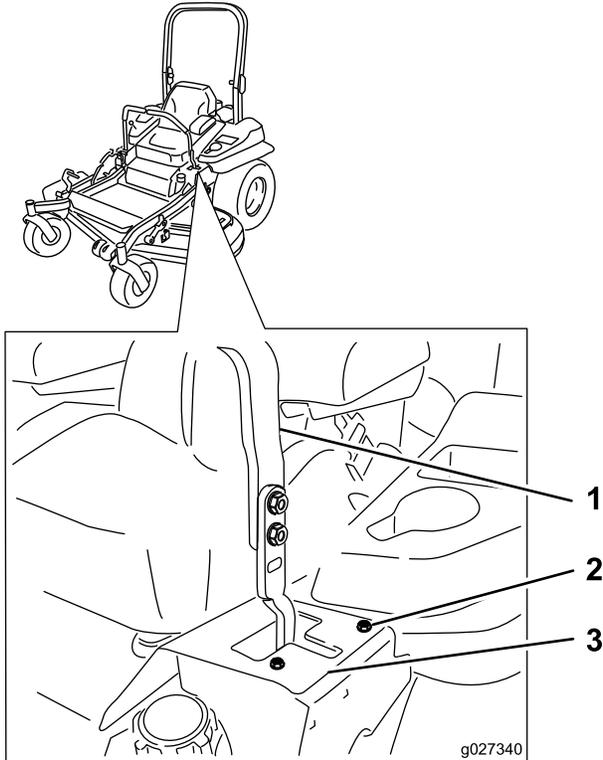

Figura 66
6. Si la máquina se desvía hacia la derecha, afloje los pernos y ajuste la chapa del tope izquierdo hacia atrás en la ranura en T de la izquierda hasta que la máquina avance en línea recta (Figura 66).
7. Si la máquina se desvía hacia la izquierda, afloje los pernos y ajuste la chapa del tope derecho hacia atrás en la ranura en T de la derecha hasta que la máquina avance en línea recta (Figura 66).
8. Apriete la chapa del tope (Figura 66).